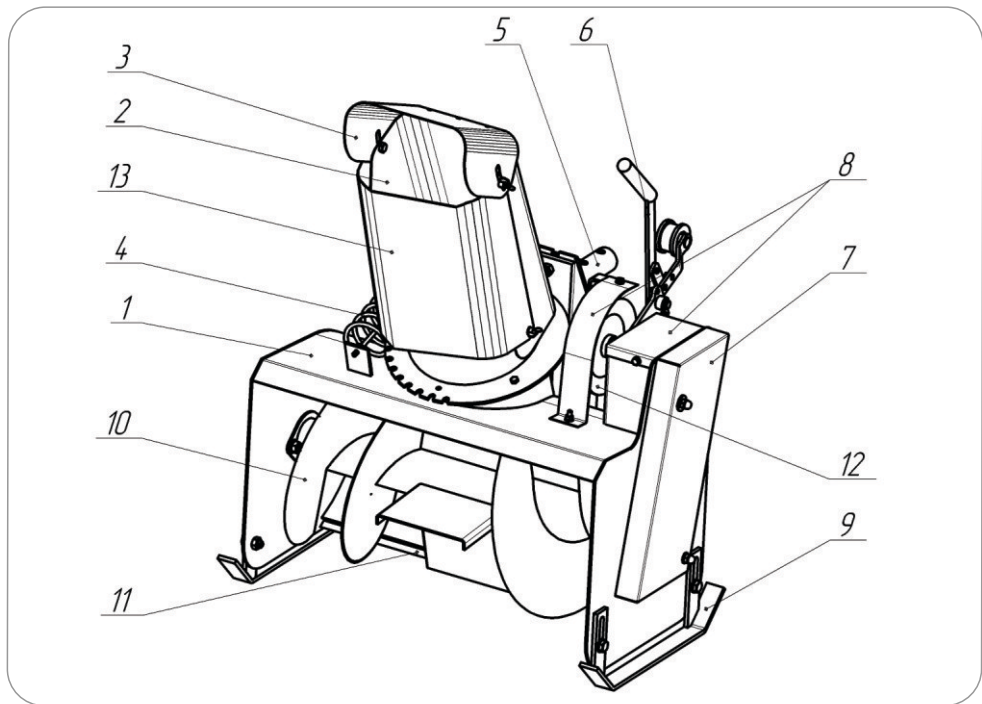

Рисунок 1.
5.1. Приставка состоит из следующих основных частей (рис. 1):
6.1. Установите разгрузочный желоб (2) (рис.1) на шпильки поворотного основания. Зафиксируйте в одном из трех положений болтом М6х16, шайбой 6, шайбой гроверной 6 и барашковой гайкой М6.
6.10. Установите защитные кожухи (8) (рис.1). Закрепите болтами и гайками.
6.12. Соедините две половинки удлинителя при помощи винтового соединения, законтрите соединение при помощи гайки М6. Соедините винт регулировки положения желоба (4) (рис. 1) и рукоятку управления поворотным механизмом. Установите рукоятку в удобном положении и затяните винты на хомутах и гайки фиксирующего хомута.